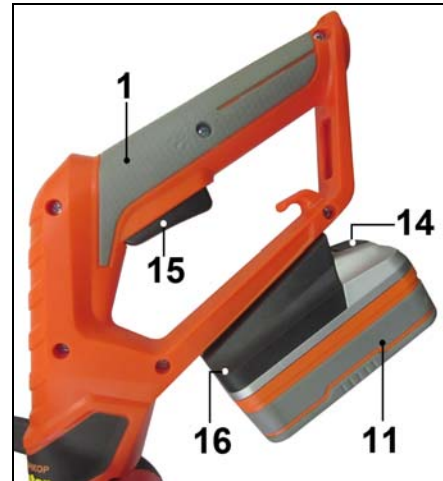

Рис. 4.
7.2. Включение (Рис.4).
7.1. Установка аккумуляторной батареи (Рис.4).